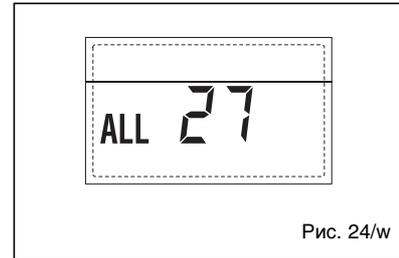

Рис. 24/w
**– СРАБАТЫВАНИЕ МОДУЛИРУЕМОГО НАСОСА ВТОРОЙ СМЕШАННОЙ ЗОНЫ “ТРЕВ 22”** (рис. 24/r)